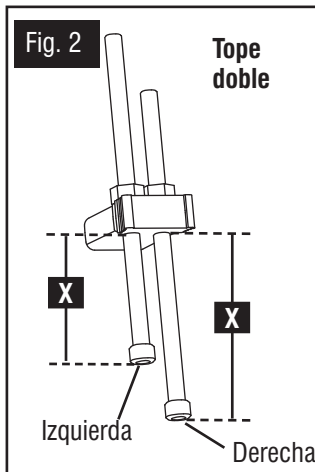

Fig. 2
Etiqueta de tope doble	Distancia "X" (Fig. 2)
El OMNIJIG® estándar viene con un receptáculo de profundidad de la broca de la rebajadora (que se muestra en detalle más abajo, en la Fig. 2). Los cuatro calibres izquierdos y los cuatro calibres medios del receptáculo de profundidad de la broca de la rebajadora estándar del OMNIJIG® de 406 mm (16") se fijan como se muestra en las Tablas 3 y 4. Los cuatro calibres izquierdos y los cuatro calibres medios del receptáculo de profundidad de la broca de la rebajadora del OMNIJIG® de 610 mm (24") se fijan como se muestra en las Tablas 5 y 6. Las configuraciones son diferentes porque cada OMNIJIG® viene con plantillas diferentes.
Los calibres se miden desde la parte superior del apoyo de la subbase de la rebajadora en (A) Fig. 2 hasta la parte superior del calibre correspondiente (B) que se encuentra debajo. Para ajustar un calibre, afloje la tuerca hexagonal (C) y gire el calibre para levantarlo o bajarlo. Ajuste la tuerca hexagonal para mantener la medida. Al cortar juntas semiciegas de espacios variables, consulte la Tabla 7 para configurar los calibres definidos por el usuario en las medidas indicadas.